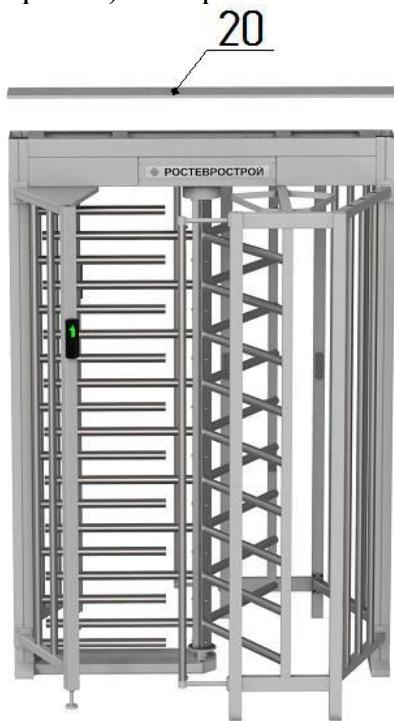

Рис. 7
5. Окончательная сборка (рис.7, 8):
– установите на место крышку **20** (выполнить после подключения турникета и проведения, при необходимости, режима калибровки) и закрепите винтами M4 (рис.7).